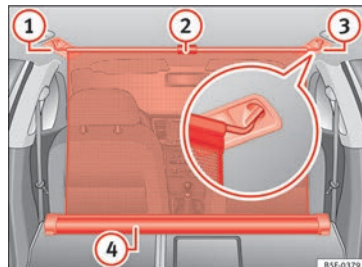

Fig. 174 Dans le coffre à bagages : filet de séparation attaché avec le dossier de la banquette arrière rabattu.
- Tirez la languette » fig. 174 ② vers le haut pour sortir le filet de la structure » fig. 174 ④.
- Attachez le filet de séparation au côté droit » fig. 174 ③ (image élargie).
- Attachez le filet de séparation dans le logement du côté gauche » fig. 174 ① en étirant la tringle.
Le filet de séparation est monté correctement lorsque les extrémités en forme de T sont fermement attachées dans les logements correspondants » fig. 174 ③ et ①.
- Enroulez le filet dans la structure » fig. 174 ④ en la déposant manuellement.